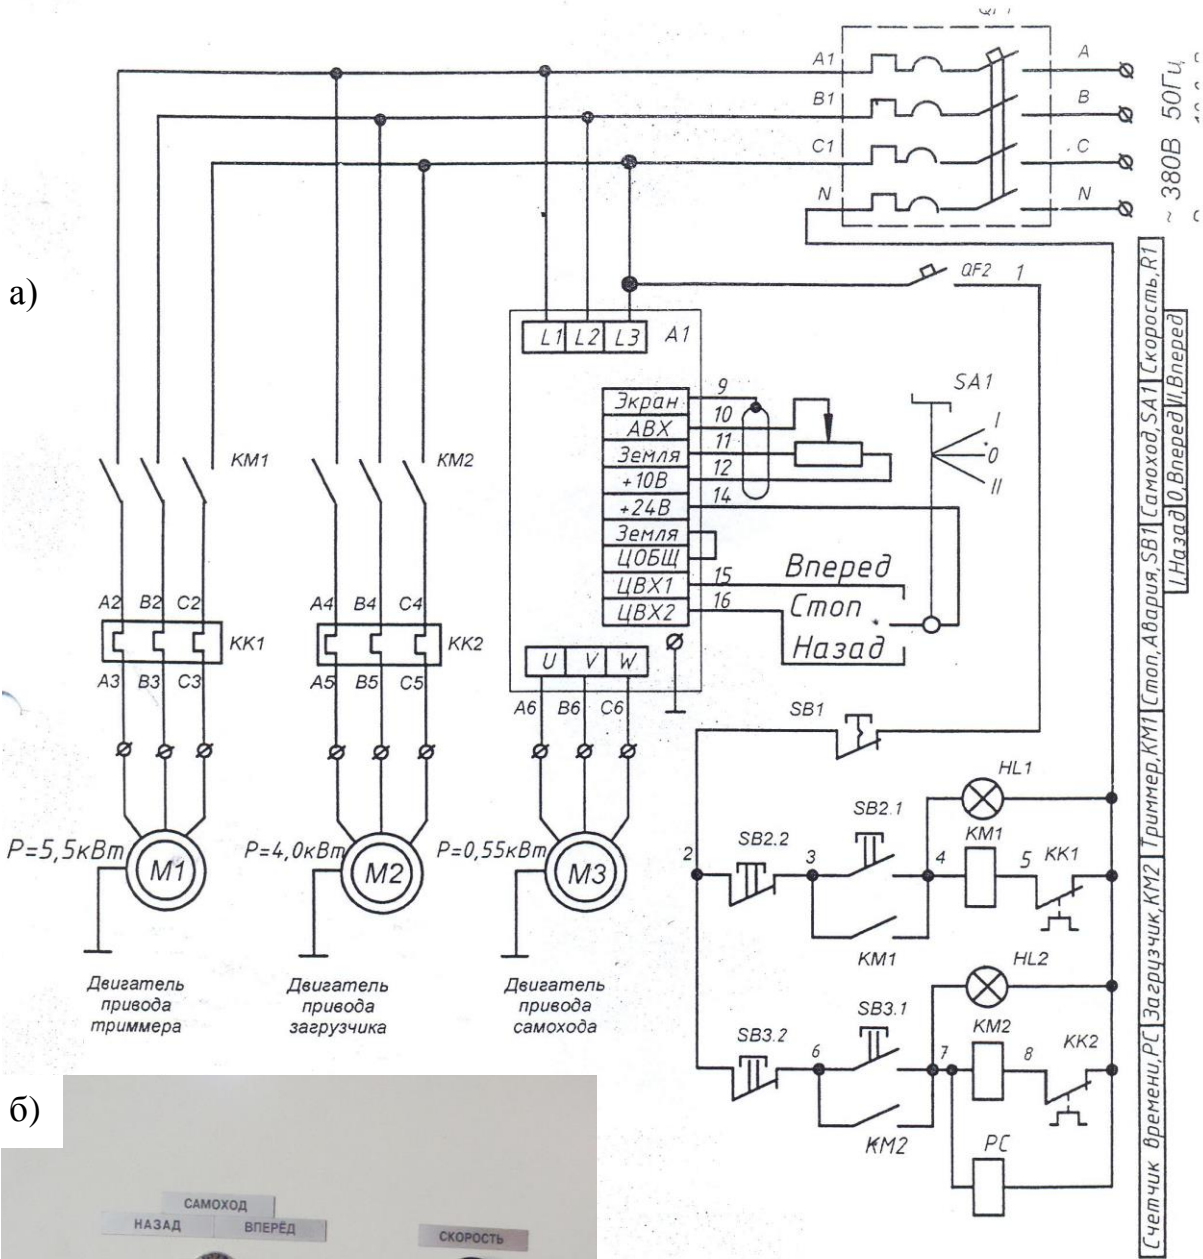

Рис. 2 – Электрооборудование:
3.1.2. Схема электрооборудования показана на рис.2. Электрооборудование включает три автономных электродвигателя, подключенных к источнику питания параллельно. Питание электродвигателей осуществляется через предохранительные устройства. Каждый из двигателей заземлен. В работе двигателя для привода самохода предусмотрен реверс и изменение частоты вращения (скорости передвижения) с помощью частотного преобразователя.